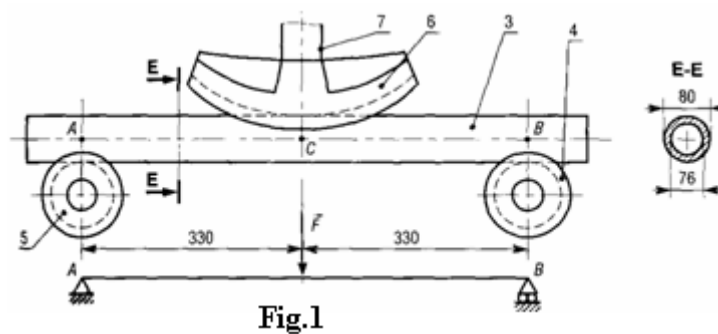

Fig.1
Le dispositif proposé (fig.1) permet de cintrer des tubes de chauffage. L'effort \vec{F} de cintrage est fournie par un vérin hydraulique (non représenté) dont la tige (7) agit sur une came de poussée (6), alors que le maintien est assuré par deux galets (4) et (5).